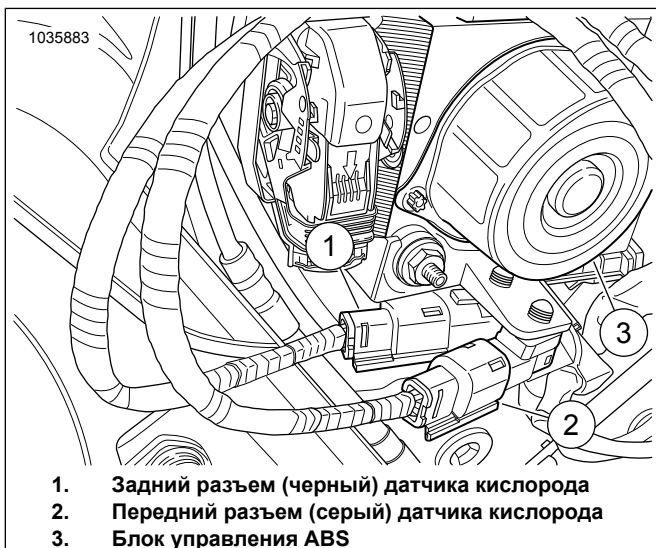

Рисунок 13. Главные соединения жгута проводов ATM
12. См. Рисунок 13 и Рисунок 8. Уложите жгуты проводов с серым (3) и черным (1) разъемами за блоком управления ABS (2) и подсоедините к главному жгуту проводов. Соблюдайте сочетания цветов разъемов: черный к черному и серый к серому.